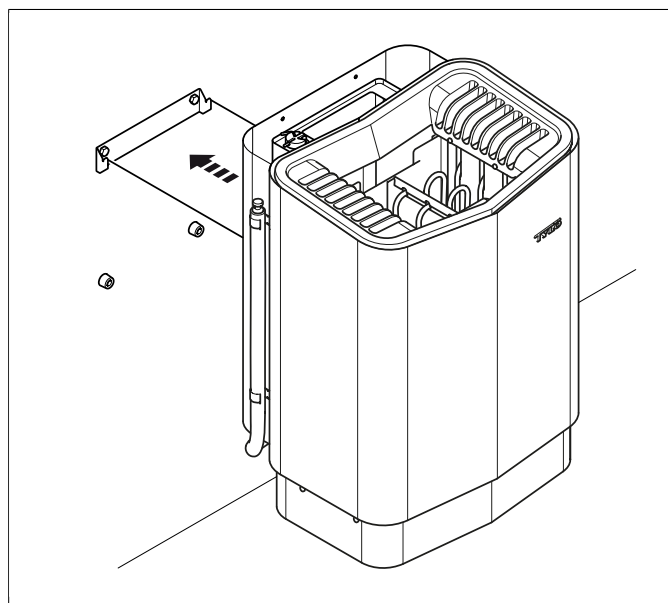

Fig 11: Aggregatet hängs på
9. Häng upp aggregatet på konsolen (se **Fig 11**, sidan 5).